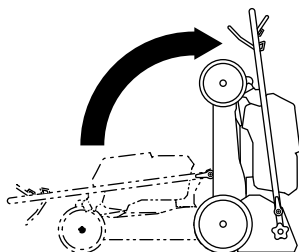

Figure 17
5. Levez l'avant de la machine par le guidon et amenez-la dans un lieu de remisage (Figure 17).